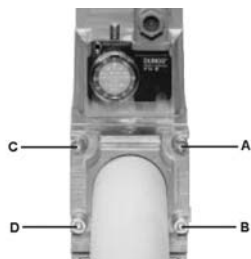

Рис. 11
1. Расслабить винты А и В, но **не снимать** их (Рис. 11 и Рис. 12)
2. Отвинтить винты С и D (Рис. 11 и Рис. 12)